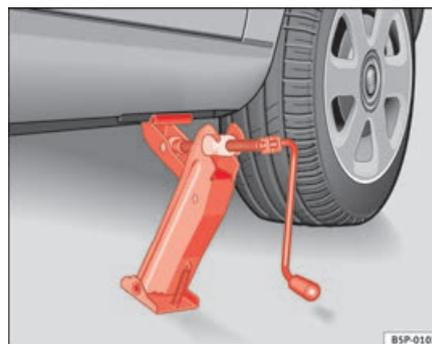

Abb. 180 Wagenheber
- Richten Sie den Wagenheber so aus, dass seine Klaue den Steg des Unterholms umfasst und die bewegliche Grundplatte plan auf dem Boden aufliegt ⇒ Seite 250, Abb. 180.